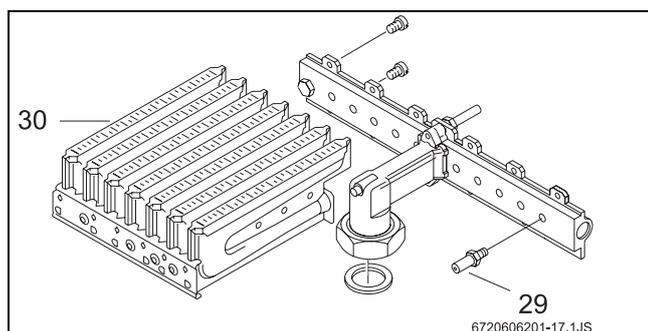

Fig. 2
- ▶ Démontez les 2 parties de brûleur (→Fig. 2, pos. 30) et remplacez tous les injecteurs (→Fig. 2, pos. 29).
- ▶ Placer le sélecteur de température en position 2 (GPL) ou 1 (GN).